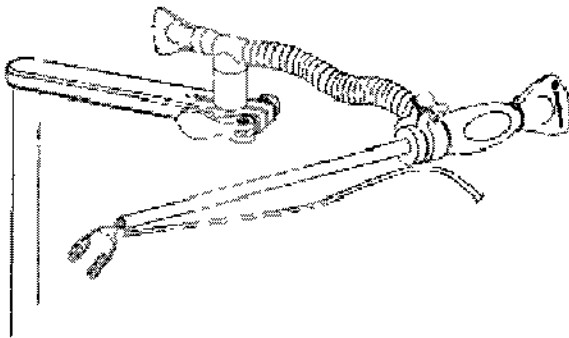

Figura 4
13. Mientras mantiene la posición deseada del estabilizador de tejido, apriete el mando del brazo flexible para inmovilizar las articulaciones y fijar el estabilizador de tejido (Figura 4).